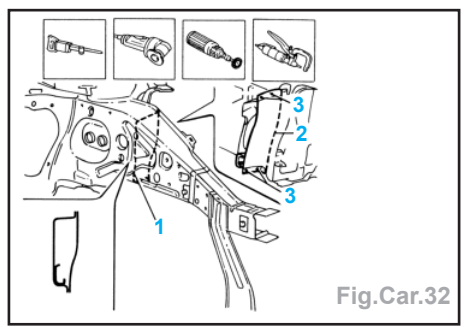

Fig.Car.32
- Découper à la scie pneumatique en suivant les lignes de coupes indiquées (1) puis déposer le longeron (Fig.Car.32).